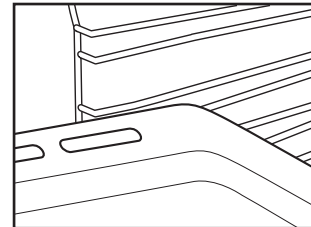

Abb. 2
2. Das andere Zubehör, wie Fettpfanne oder Backblech, wird auf die gleiche Weise eingesetzt wie der Rost (Abb. 2).